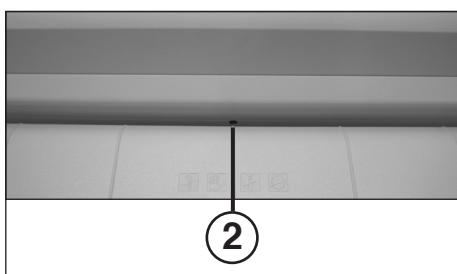

rys. 1
- 1 = Przycisk (rys. 1)
3 = Przycisk „Bieg do tyłu” (rys. 1)
„Gotowość do pracy” (rys. 1)
5 = Kontrolka (rys. 1)
Jeżeli worek jest pełny, urządzenie wyłącza się. Lampka kontrolna „worek pełny” (5) (rys. 1) zapala się. Należy opróżnić worek w następujący sposób:
Zwrócić uwagę na to, aby urządzenie było wyłączone na noc. Ustawić przełącznik funkcyjny (1) (rys. 1).
- Włącza się kontrolka (6) (rys. 1).
- Krótko wcisnąć przycisk biegu do tyłu (3) (rys. 1).
- Kontrolka (6) (rys. 1) wyłączy się.
W razie przeciążenia silnika nastąpi jego wyłączenie. Wyłączyć urządzenie przyciskiem (1) (rys. 1).